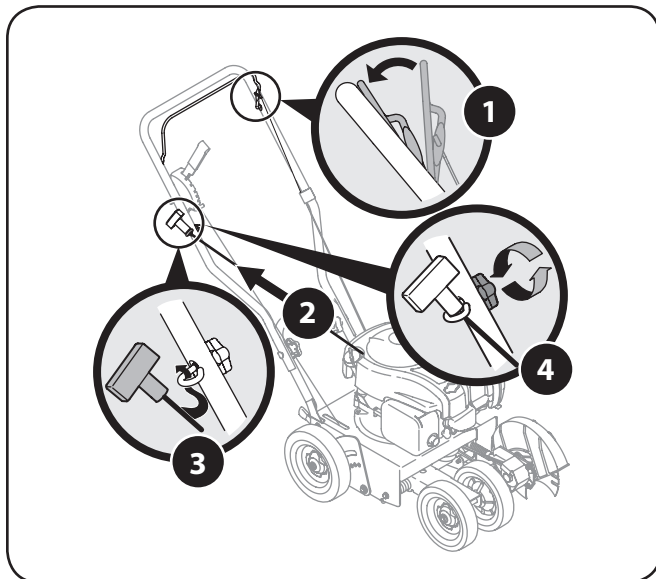

Figura 3-5
1. Párese detrás de la unidad y sostenga el control de la cuchilla contra la barra superior. Vea la Figura 3-5.
NOTA: La cuerda de arranque no se separa del motor a menos que el control de la cuchilla (consulte la Figura 3-5) esté presionado contra la barra superior.